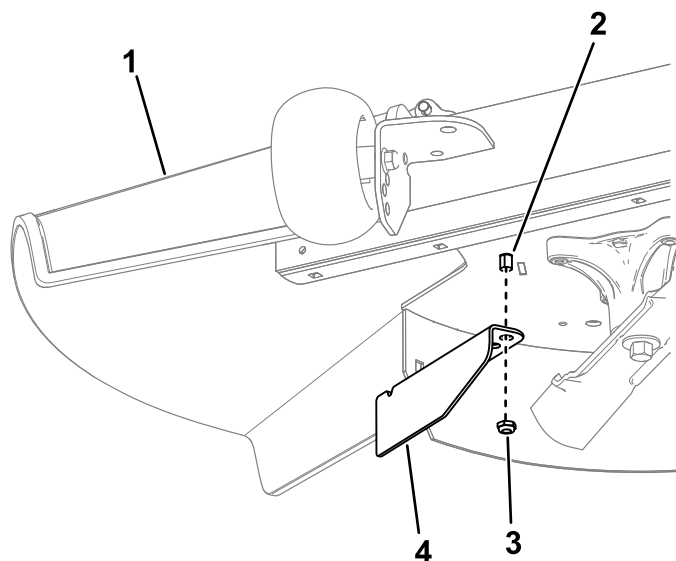

Figura 15
11. Utilize a porca para instalar o abafador de corte na barra do defletor de relva, utilizando o furo exterior no abafador (Figura 15).
10. Remova a porca da barra do defletor de relva debaixo da plataforma do cortador (Figura 15).